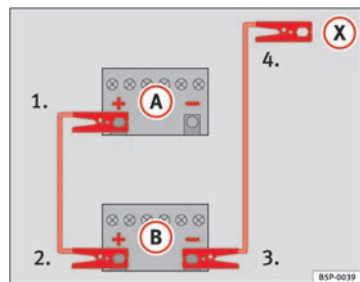

Fig. 151 Schema per il collegamento dei cavi per l'avviamento d'emergenza
Nella ⇒ fig. 151 **(A)** indica la batteria scarica, e **(B)** la batteria carica.
1. Collegare un'estremità del cavo rosso al polo positivo ⇒ fig. 151 **(+)** del veicolo con la batteria scarica ⇒ **(!)**.